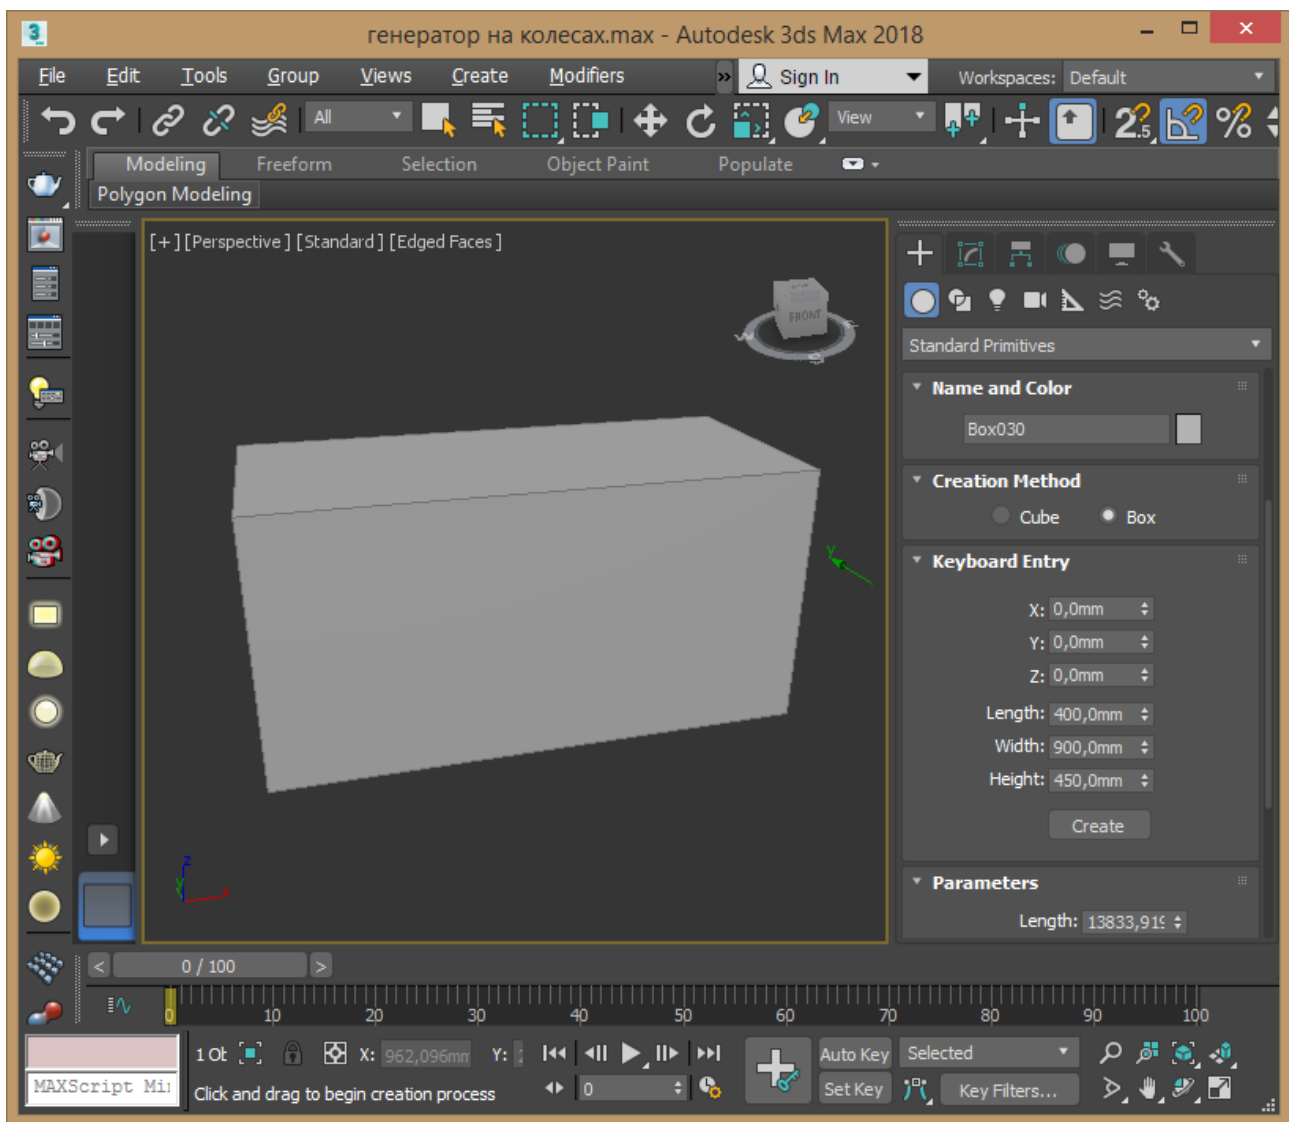

Рис. 2.1 – Створення паралелепіпеду
2. Використовуючи стандартні примітиви Створити паралелепіпед розмірами 400x900x450 мм відповідно (рис. 2.1), увівши значення у вкладці створення об'єкта з клавіатури Keyboard Entry.